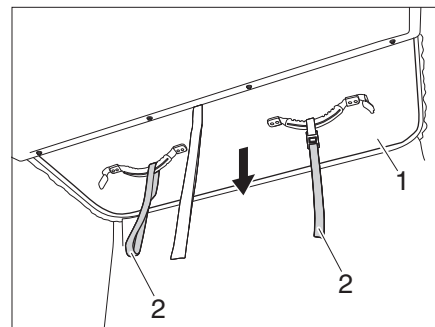

Fig. 25 Abbassamento del tetto sollevabile
- Abbassare il tetto sollevabile (Fig. 25,1) tirandolo per gli appositi dispositivi (Fig. 25,2) **lentamente** con sguardo rivolto verso la parte posteriore e osservare se il tessuto della tenda cade correttamente all'interno.